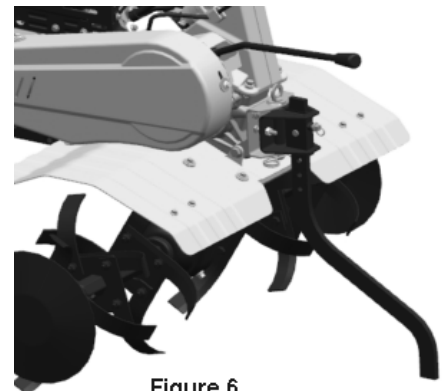

Figure 6
- Uregulować wysokość pręta głębokości, aby zmniejszyć głębokość pracy. W celu zwiększenia głębokości roboczej obniżyć dźwignię; aby zmniejszyć głębokość spulchniania gleby, podnieść dźwignię regulacyjną (patrz rys. 6).